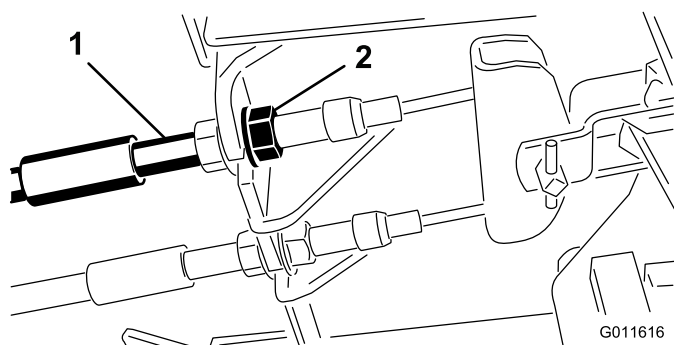

Figura 55
1. Para reduzir a folga dos pedais dos travões, aperte os travões desaperando a porca dianteira que se encontra na extremidade roscada do cabo dos travões (Figura 55).